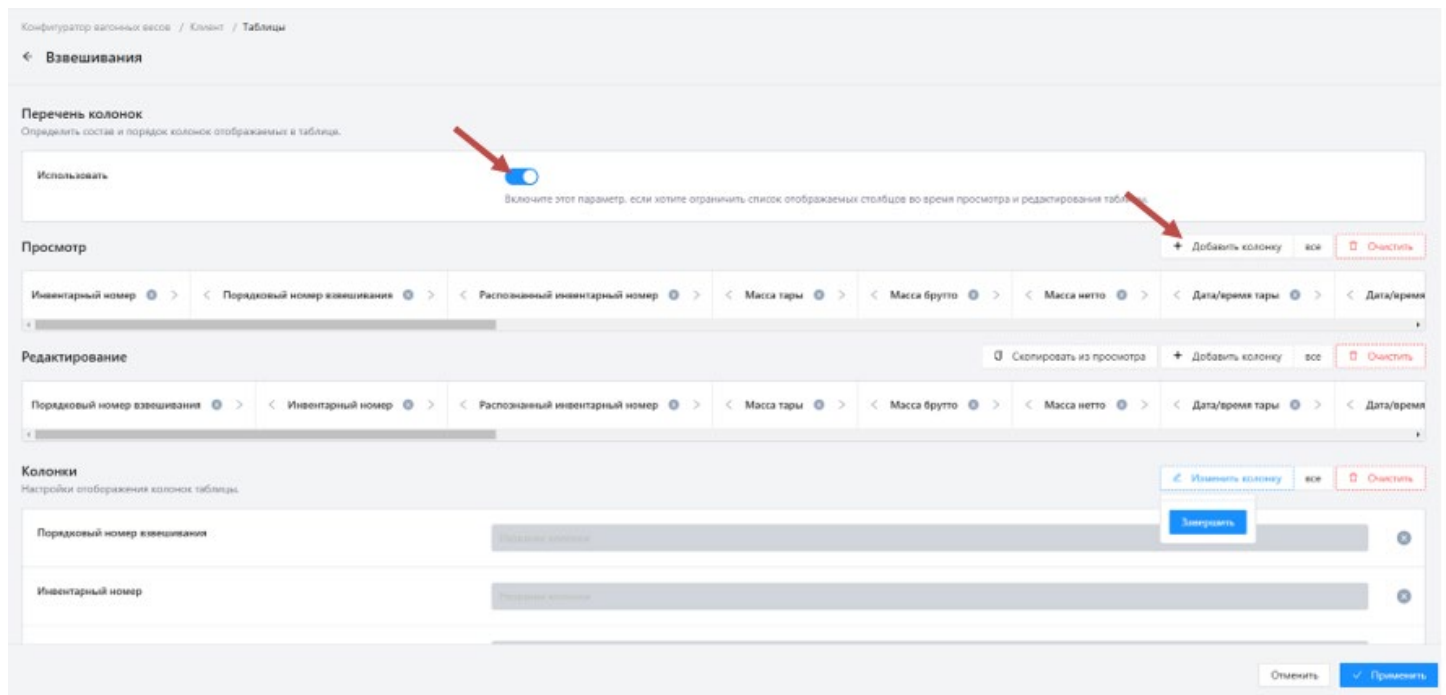

Рисунок 6 – Список таблиц
2. Для того, чтобы задать список отображаемых столбцов во время просмотра и редактирования таблицы, установите переключатель «Использовать» в активное состояние на открывшейся странице (Рисунок 6).